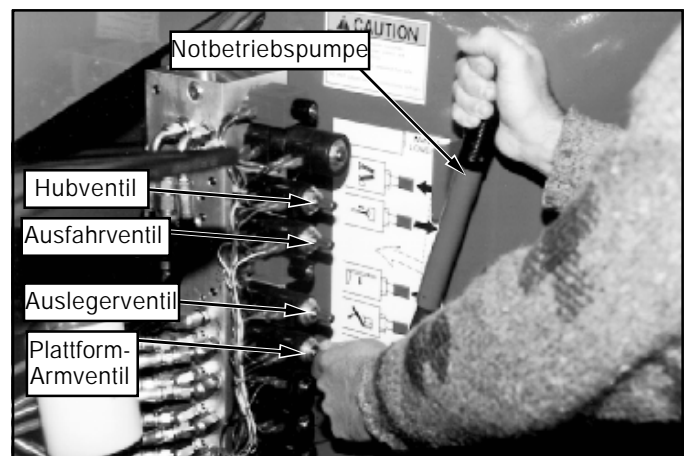

Abbildung 4: Notbetrieb
3. Den gerändelten Knopf "Manual Override" (Handbetrieb) am entsprechenden Ventil betätigen (siehe Abbildung 4). Je nach Bedarf zum Absenken bzw. Ausfahren den Knopf hineindrücken, zum Heben bzw. Einfahren jedoch den Knopf herausziehen.